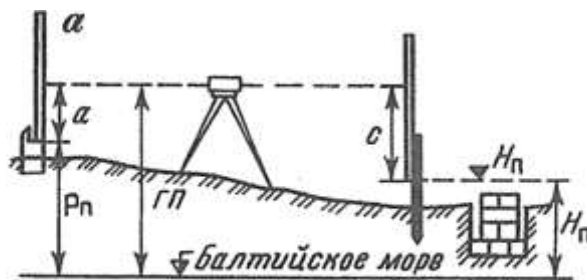

Рис. 1. Схема разбивки и контрольных высот фундамента
5. Выставьте проектную высоту верха фундамента на обноске (рис. 1), если высота репера  $P_n = 35,107$ , отсчет по рейке  $a = 0761$ , проектная высота фундамента  $H_n = 33,285$ .